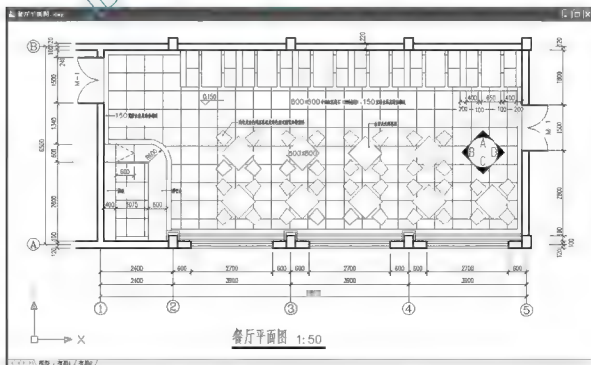

图 4.93 完成餐厅平面布置图的绘制
- (1) 用“Annotative”文字样式和标注样式，标注餐厅平面布置图内的其他文字和尺寸，并加以修整。
- (2) 插入标高和多个立面投影符号，结果如图 4.93 所示。